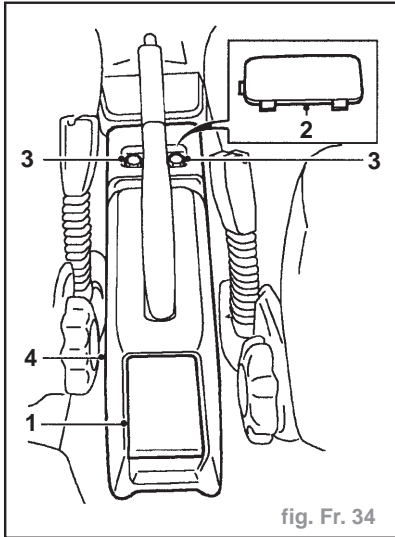
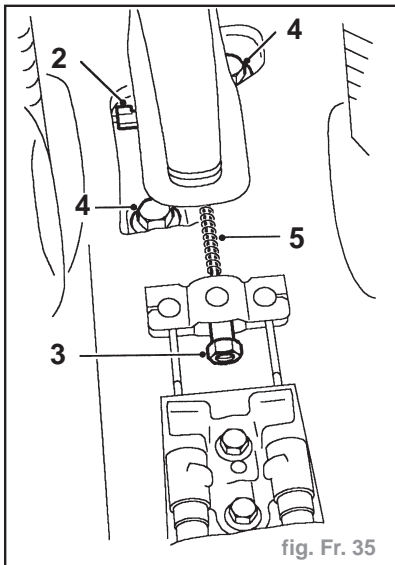

fig. Fr. 34
fig. Fr. 35
- Déposer le cendrier arrière (1) (fig. Fr. 34).
- Déposer l'enjoliveur de la console (2).
- Enlever 2 boulons (3) maintenant la console sur la caisse.
- Déposer la console arrière (4).
- Débrancher le connecteur Lucar (2) du contacteur d'avertissement de frein à main (fig. Fr. 35).